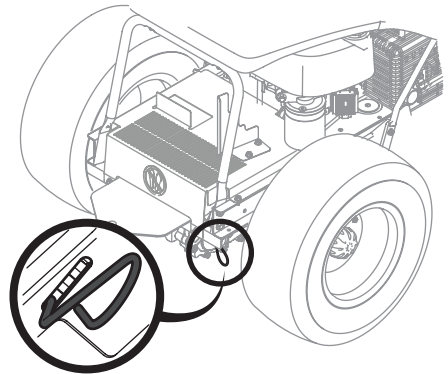

Figure 1
1. Engagez la tige de dérivation de la transmission pour déplacer la tondeuse à siège sans démarrer le moteur. La tige de dérivation de la transmission se trouve du côté intérieur du pneu, vers l'arrière de la tondeuse à siège. Tirez la tige de dérivation vers l'extérieur et vers le bas pour l'engager (Figure 1).
2. Poussez la tige de dérivation vers l'intérieur et vers le haut pour la désengager (Figure 1).